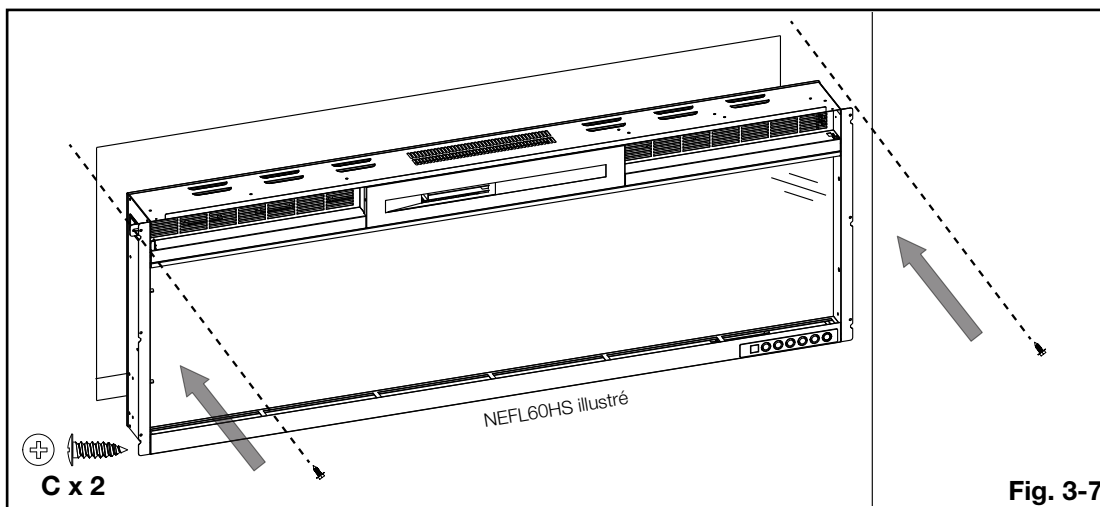

Fig. 3-7
- C. Insérez l'appareil aussi loin que possible/souhaité dans l'ossature, puis le-fixez en installé 2 vis (fournies) au travers les supports métalliques (**Fig. 3-7**).